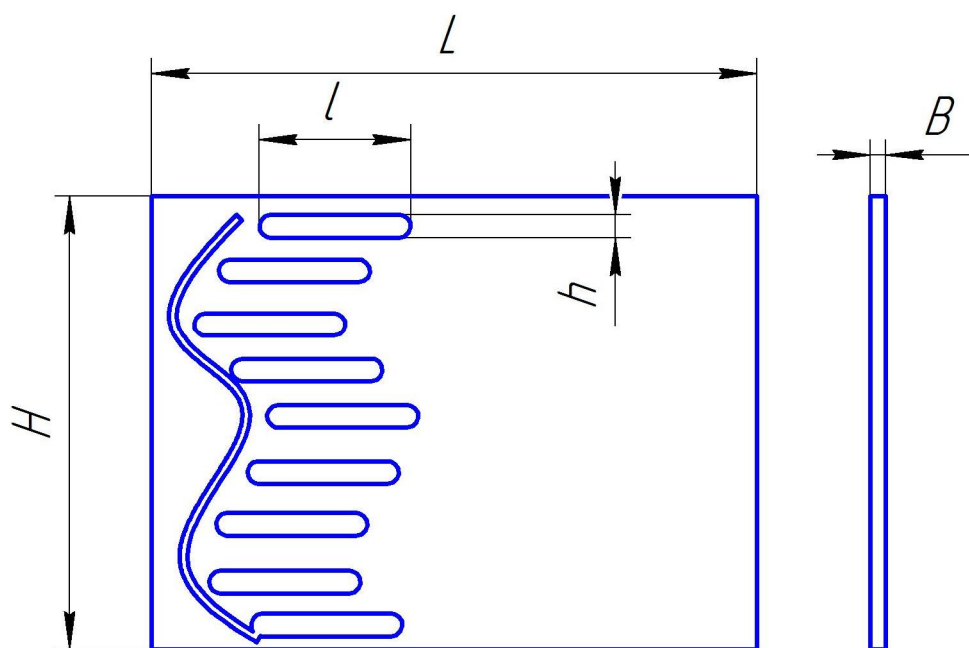

Рис. 3 Параметры для построения массива отверстий вдоль кривой
3. Построить массив отверстий вдоль кривой в соответствии с рис. 3 и табл. 3. Кривую задавать произвольно, шаг между элементами выбирать, исходя из их числа (N).